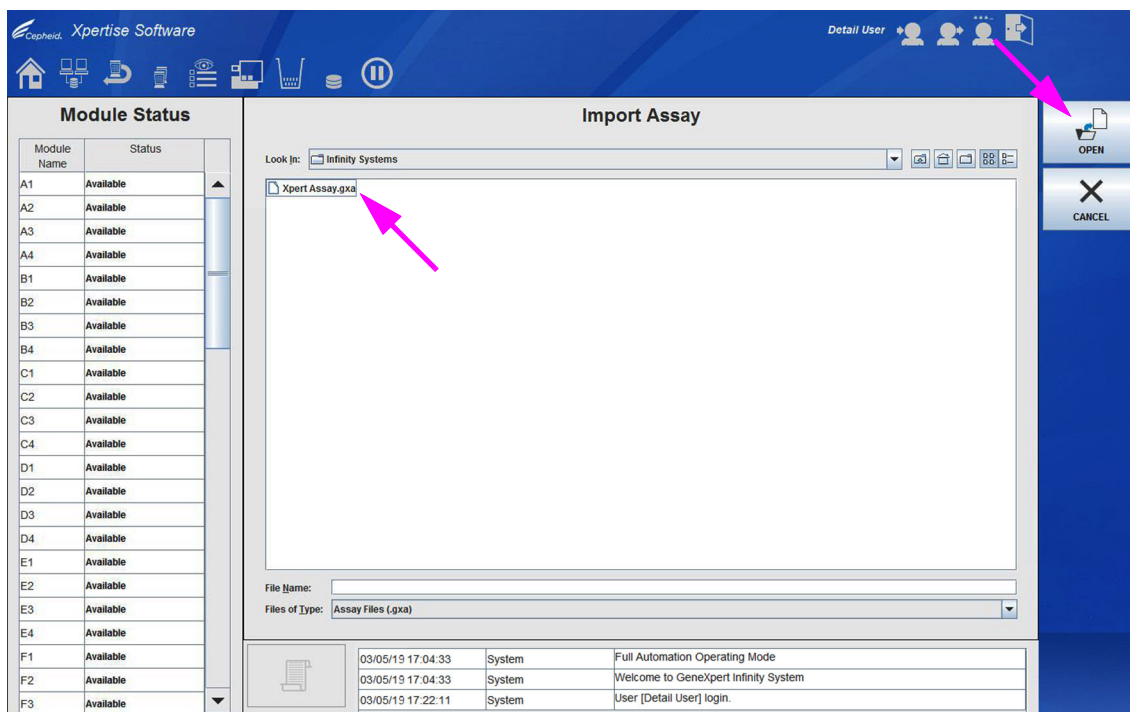

図 2-58. アッセイのインポートワークスペース - インポートするアッセイの選択
6. アッセイ定義 (.gxa) ファイルを選択し、アッセイのインポート (Import Assay) ワークスペースで**開く (OPEN)** ボタンを選択します。図 2-58 を参照。